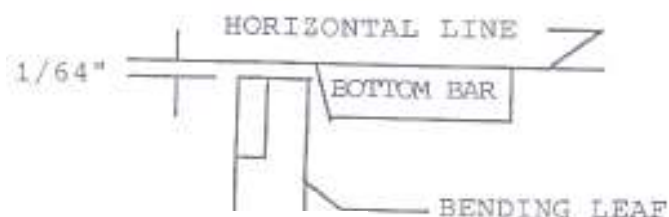

Рисунок 13
10. Отрегулировать гайку 6-1 (расположена за гайкой 6, на элементе жесткости) так, чтобы центр панели оказался чуть ниже уровня стола, как показано на Рис. 13.